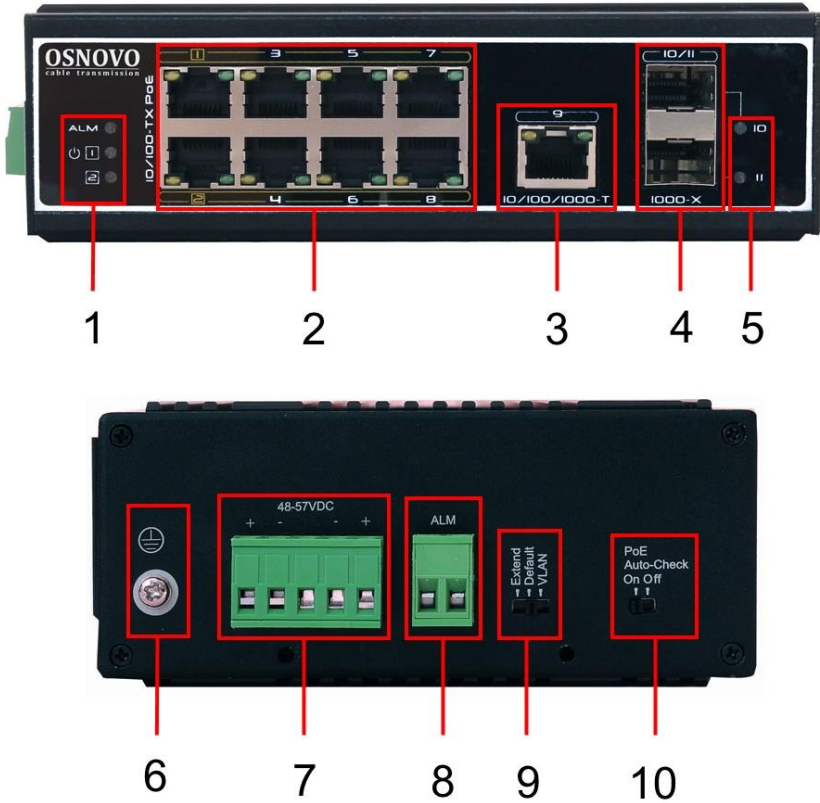

Рис. 3 Панели подключения коммутатора SW-60803/1
- Для обеспечения функционирования встроенной грозозащиты необходимо надежно заземлить корпус коммутатора (6) рис.3.